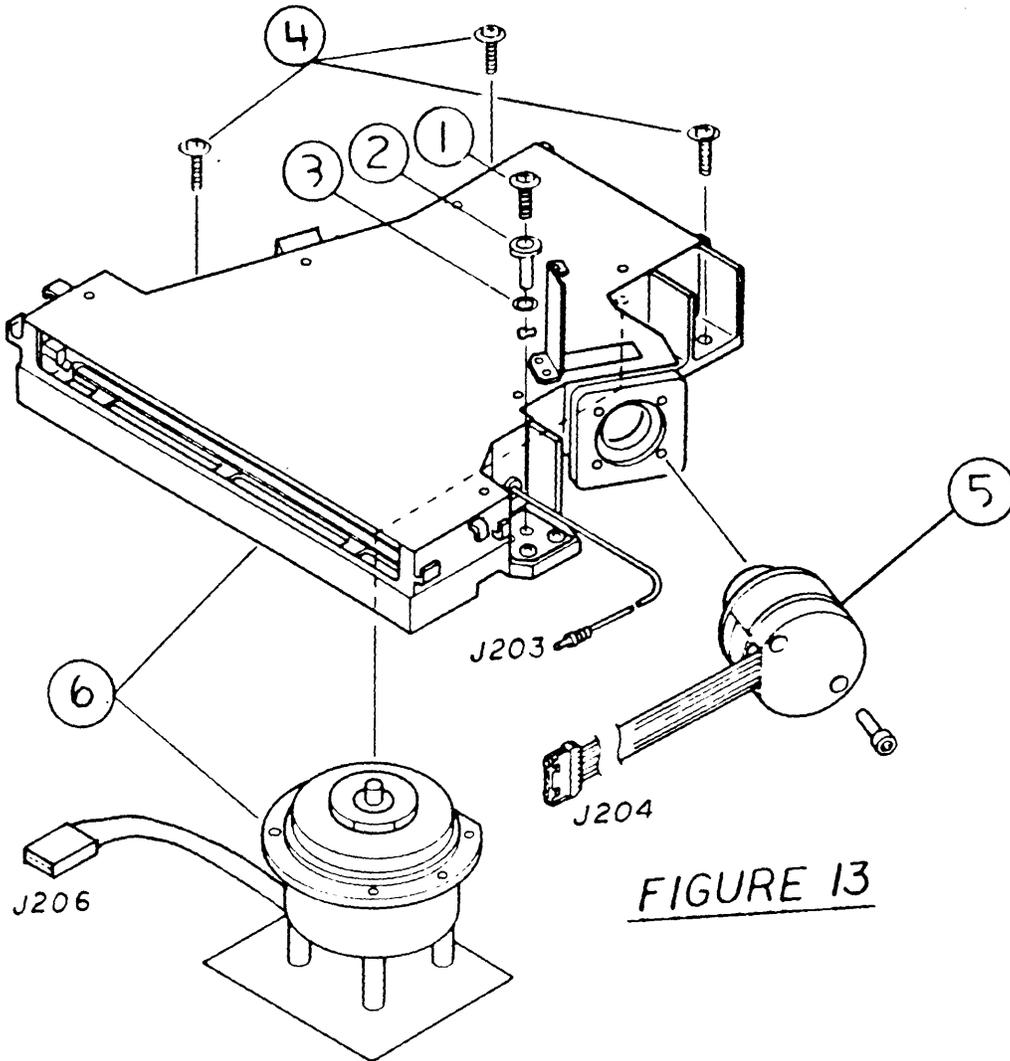

FIGURE 13
□ **LASERWRITER – LASER/SCANNER UNIT (Figure 13)**